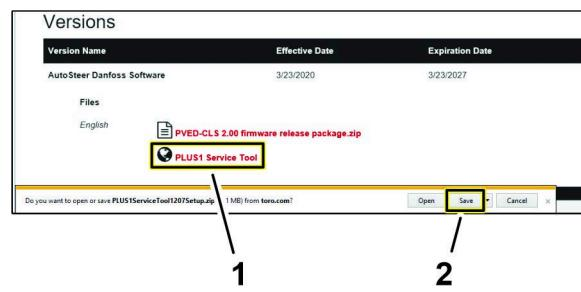

Bild 18
7. Klicken Sie auf der Seite Dokumentinformationen auf den Hyperlink Plus1 Service Tool (Bild 18).
8. Klicken Sie auf die Speichern-Taste (Bild 18).